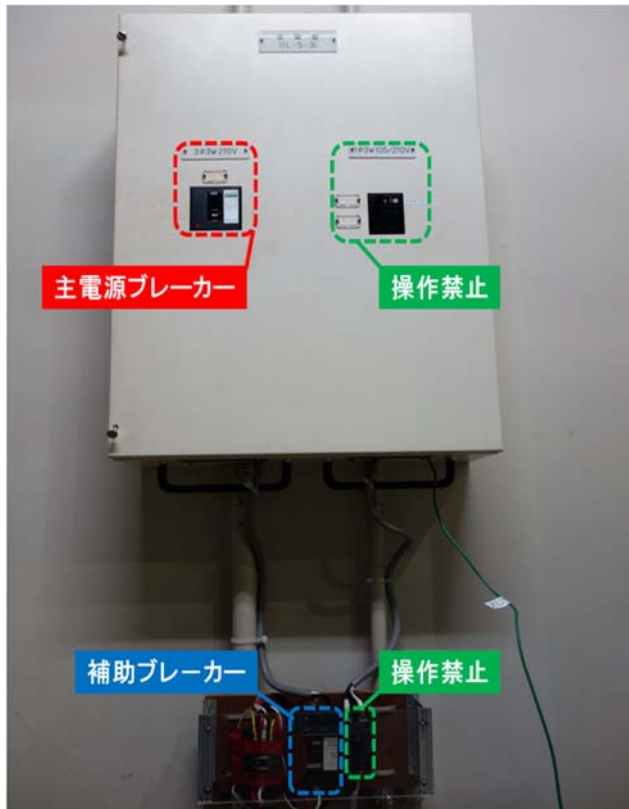

図 11 空気加熱ヒータ用分電盤
1. 空気加熱ヒータ用分電盤の主電源ブレーカーおよび補助ブレーカーを投入する（図 11）